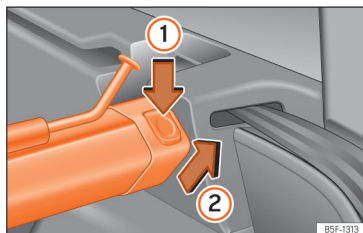

Fig. 188 En el maletero: desmontar la red de separación.
- Presione la tecla de desbloqueo izquierda o derecha » fig. 188 en el sentido de la flecha ①.
- Extraiga la carcasa del soporte en el sentido de la flecha » fig. 188 ②.
- Presione la carcasa en los soportes izquierdo y derecho en el sentido contrario al de la flecha » fig. 188 ② hasta que encastre. Las marcas rojas de las teclas de desbloqueo no deberán verse más.